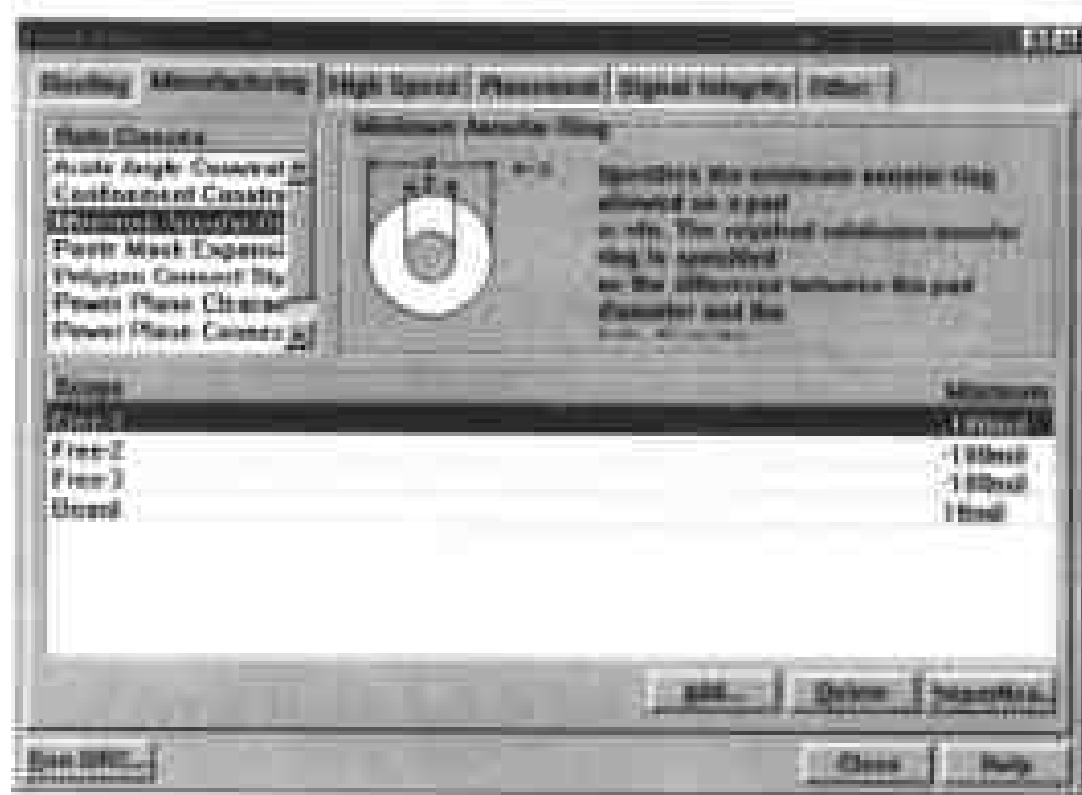

图 9-20 选择 Minimum Annular Ring
(1) 选择 Design > Rules,在弹出的 Design Rules 对话框中单击 Manufacturing 标签,然后在对话框中的 Rule Classes 列表框中单击 Minimum Annular Ring,此时的对话框如图 9-20 所示。